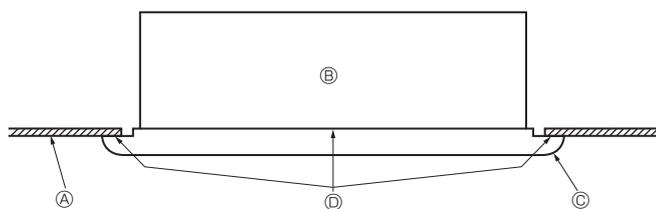

Fig. 5-6
- Serrer ensuite les boulons de fixation ② et les vis de fixation ③ aux trois emplacements centraux.
- Serrer finalement les boulons de fixation ② aux quatre emplacements à gauche et à droite.
- A ce stade, vérifier qu'il n'y a pas de vide entre l'appareil intérieur et la face avant ainsi qu'entre la face avant et la surface du plafond. Si des vides subsistent, l'air risque de s'infiltrer par ceux-ci et de provoquer la chute de gouttes d'eau (Fig. 5-6).
- \* Serrer complètement les boulons ② et les vis de fixation ③.
### 5.4. Vérifications après l'installation (Fig. 5-6)